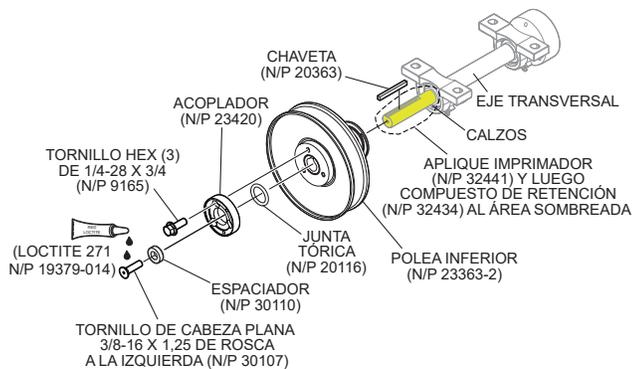

Figura 15. Instalación de la polea inferior
Consulte la Figura 15.
2. Aplique imprimador (Loctite 7649, N/P 32441) al eje transversal y al chavetero en la zona sombreada de la Figura 15.